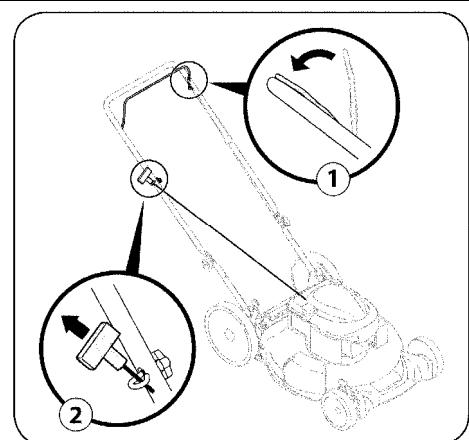

Рис. 14
2. Уверенно удерживая совмещенные две ручки, возьмитесь за ручку стартера и медленно потяните, пока не почувствуете сопротивление, затем потяните быстро, непрерывно, на полный ход руки. См. Рисунок 14. Удерживайте крепко ручку стартера и дайте шнуре медленно намотаться обратно. Повторите действие до запуска двигателя. Каждый раз давайте медленно возвращаться шнуре..